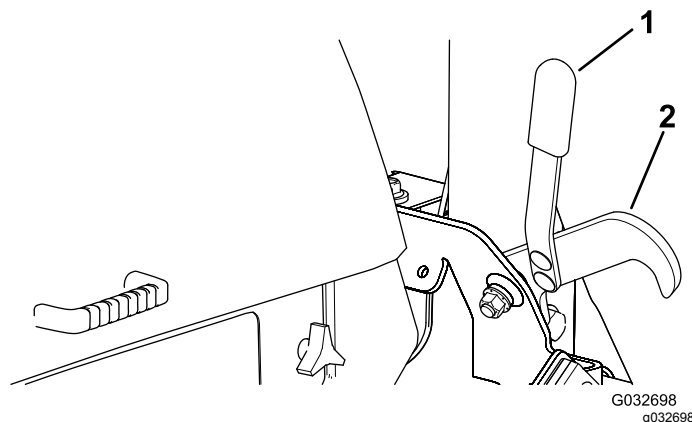

Рисунок 29
- Используя ручку, расфиксируйте защелки, удерживающие деки в поднятом положении (Рисунок 29).